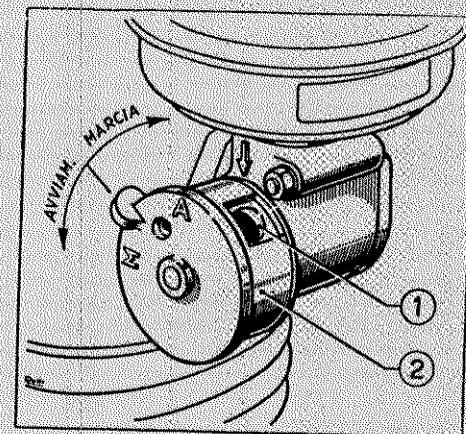

Fig. 8 - DISPOSITIVO STARTER
DISPOSITIVO STARTER (Fig. 8 - Pag. 19) - Il motore è provvisto di un dispositivo starter atto a rendere sicuro l'avviamento anche coi climi più rigidi. Esso permette di carburare l'aria aspirata, per i primi scoppi, mediante gasolio che va versato nel pozzetto del dispositivo incorporato nel supporto filtro aria. L'aspirazione, durante l'avviamento, avviene attraverso un dosatore dopo aver esclusa l'aspirazione principale mediante un pomello che aziona la valvola sul condotto aspirazione. Dopo i primi scoppi il pomello viene riportato in posizione normale; in tale posizione si esclude contemporaneamente il dispositivo starter.
Avviamento del motore in climi rigidi mediante il dispositivo starter (fig. 8)
1) Ruotare il pomello starter 2) (Fig. 8) a sinistra in posizione di **avviamento** (A); in tale posizione compare l'imboccatura del pozzetto.
4) Subito dopo i primi scoppi riportare il pomello starter a destra in posizione di **marcia** (M), escludendo così il dispositivo e ripristinando nel contempo l'aspirazione normale.